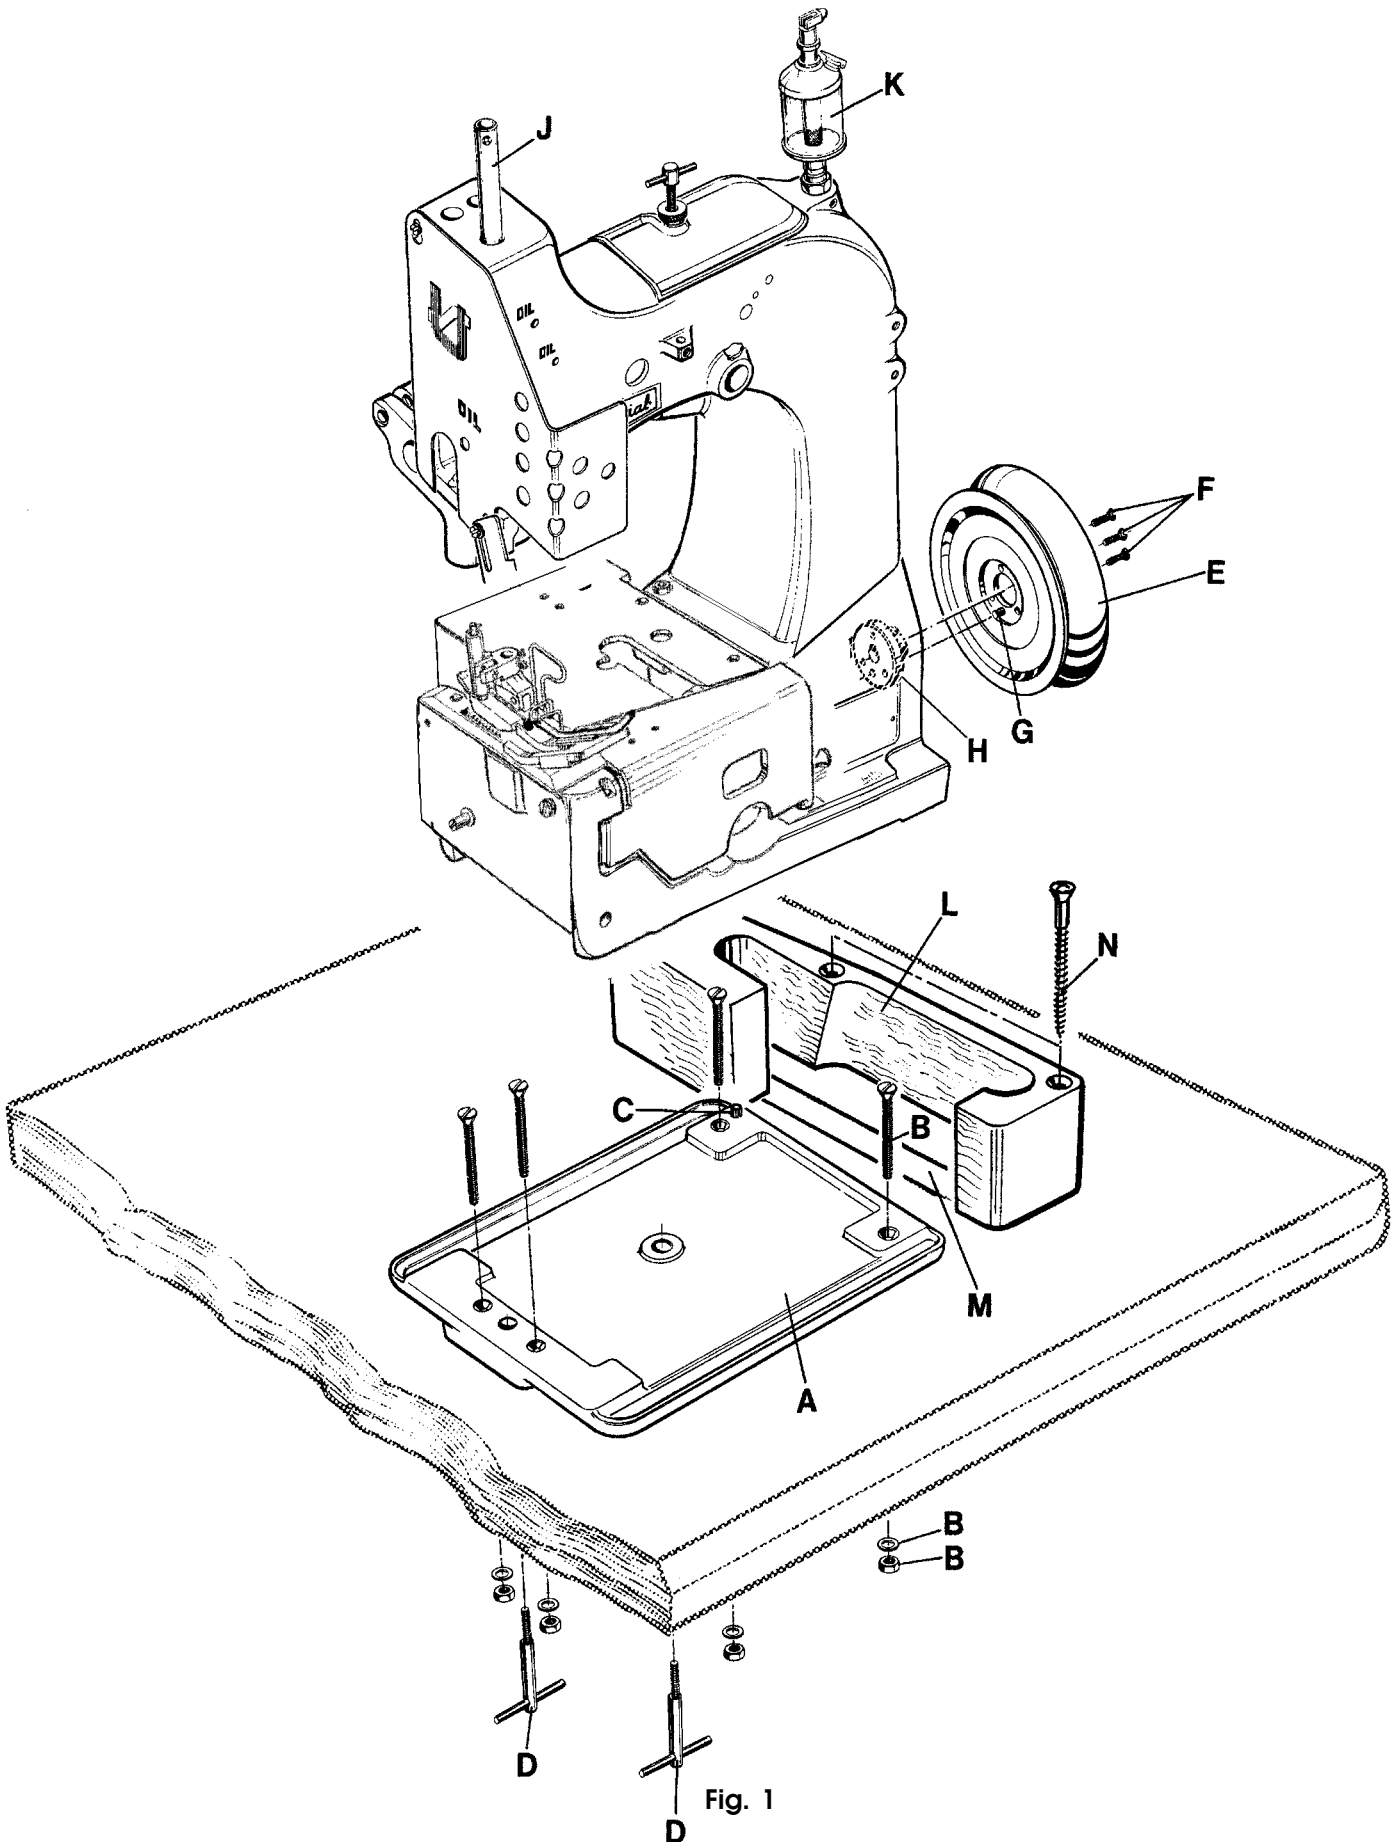

Fig. 1
2. Mount the base plate (A, Fig. 1) with four screws, nuts and washers (B) in the provided holes on the table board.
3. Place the sewing machine on the base plate so that the roll pin (C) in the base plate engages with the right rear hole in the machine base.
4. Fasten the sewing machine with the two T-screws (D) on the base plate.
6. Assemble the handwheel pulley (E) with three countersunk screws (F) to the sewing machine. Pin (G) must engage with the hole in hub (H).
7. Screw in needle bar guard (J).
8. Screw in sight feed oiler (K).
9. Align the handwheel belt guard (L) with the V-belt slot (M) in the table board and with the handwheel pulley and fasten it with two wood screws (N) on the table board.
2. Monte la placa de base (A, Fig. 1) con los 4 tornillos, tuercas y arandelas (B) en los huecos ya listos en la tabla de la mesa.
3. Coloque la maquina sobre la base, de manera que el pasador de regulación (C) en la placa base, encaje en el hueco derecho trasero de la base de la máquina..
4. Asegure la máquina de coser con los 2 tornillos T (D) en la placa de base.
6. Monte la rueda del volante (E) con los 3 tornillos remache (F) a la máquina de coser. El pasador (G) debe encajar en el hueco dentro de la rueda (H).
7. Atornille la barra de aguja (J).
8. Asegure la aceitera (K).
9. Aline el guarda correa del volante (L) con la perforación para la correa en la mesa (M) y con la rueda del volante y sujetelo con los 2 tornillos para madera (N) a la mesa.